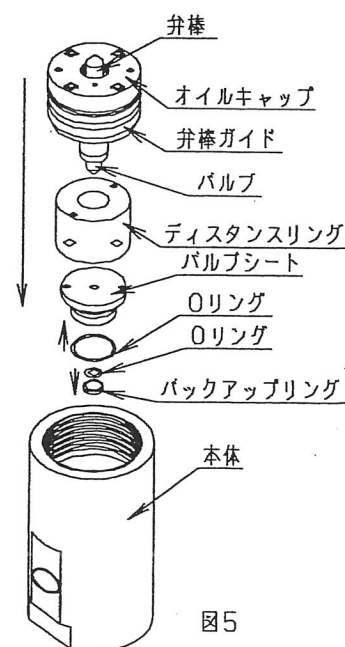

図5
- ⑧ 本体にOリングとバックアップリング、バルブシートにOリングを取付け本体に組付けます。ディスタンスリングを取付け後、オイルダンパ部の弁棒の先端にバルブをグリスを用いて取付け、オイルダンパ部を本体に組付けます。(図5)
- ⑨ バネガイドのOリングを交換し、分解と逆の手順でバネケースを本体にねじ込みます。バネケースの締付トルクは250N・mで締めつけます。